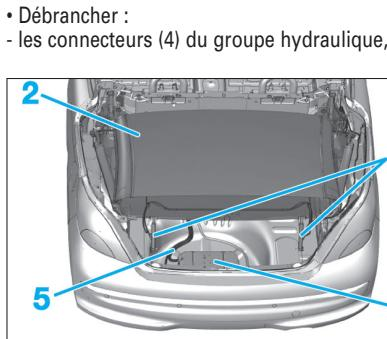

Fig. 145
- les connecteurs (4) du groupe hydraulique,
Ranger le groupe hydraulique (4) et les vérins de couvercle supérieur de coffre (3) dans l'espace du toit replié (2) (Fig.145).